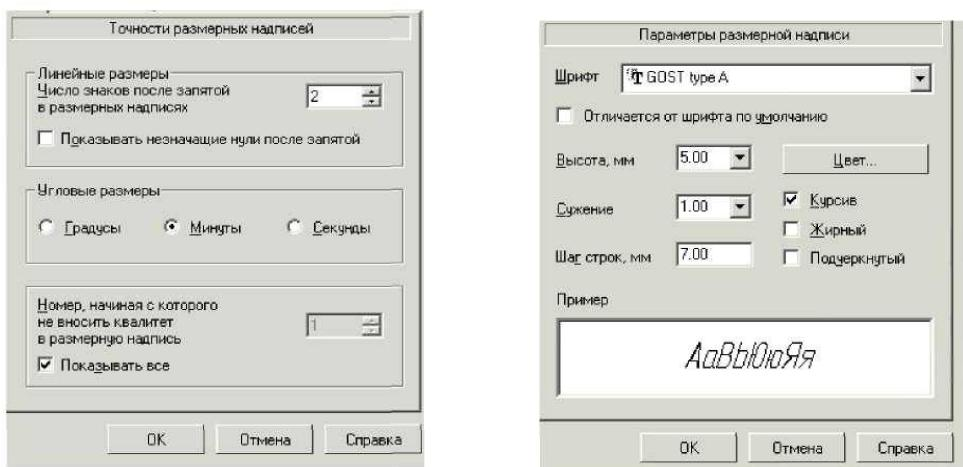

Рис. 2.6. Окна «Точности размерных надписей» и
- щелкните по пункту Размеры, а затем Точности. В правой части появится панель Точности размерных надписей (условимся в дальнейшем для краткости из- ложения указанные выше пункты записывать вид схемы Сервис → Параметры → Размеры → Точности). Далее необходимо установить для размерных надписей число знаков после запятой (рис. 2.6а).
Для установки параметров размерной надписи щелкните по пунктам падающего меню и открытой вкладки текущий чертеж Сервис → Параметры → Размеры → Надпись. В правой части появится панель Параметры размерной надписи, представленная на рис. 2.6.